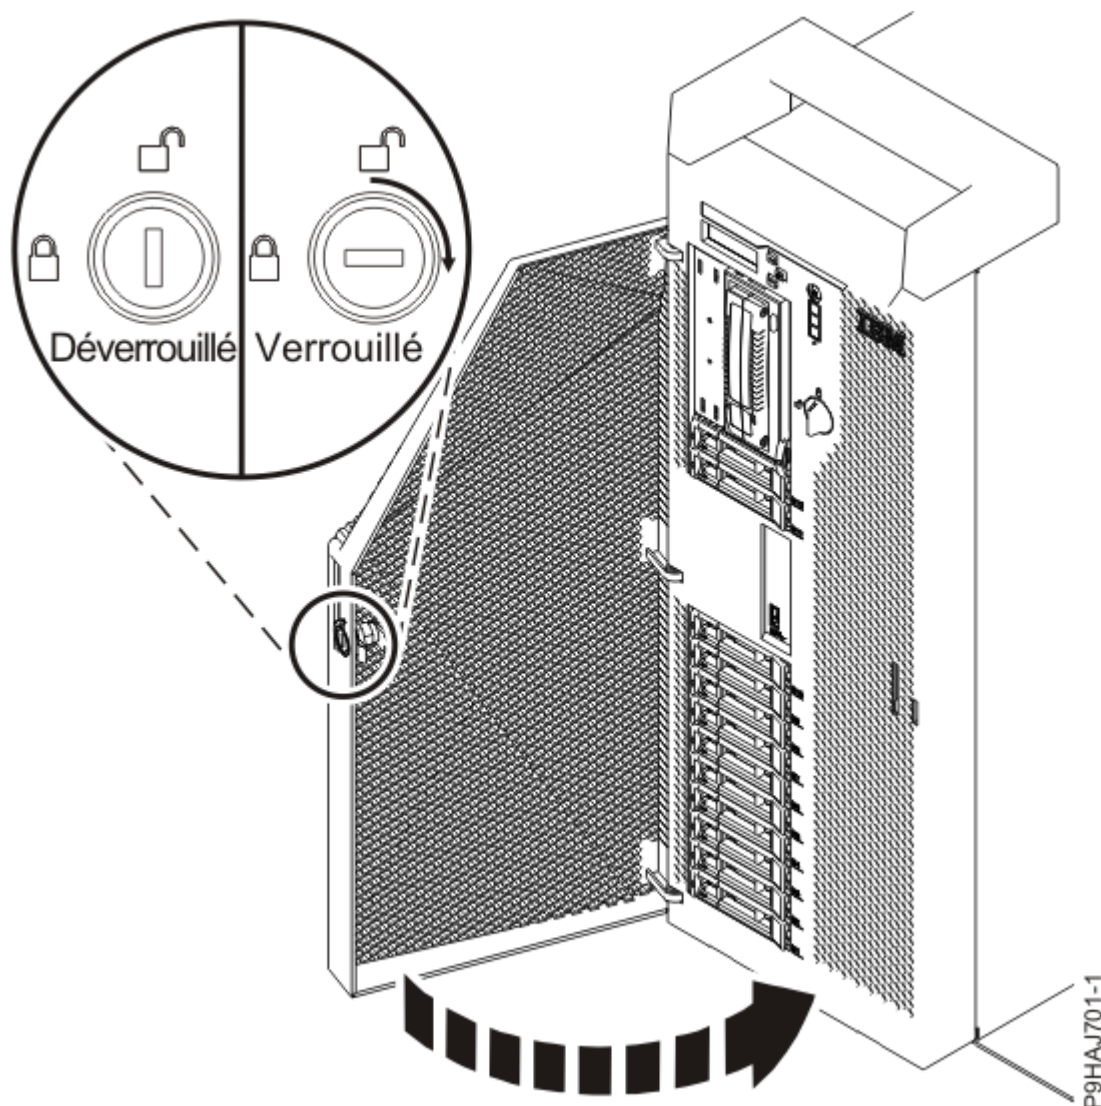

Figure 92. Verrouillage du volet avant
- e) Fermez le volet avant. Insérez la clé du volet avant dans le verrou, comme illustré dans la Figure 92, à la page 97. Tournez la clé vers la droite (dans le sens des aiguilles d'une montre) afin de verrouiller le volet. Horizontal correspond à la position verrouillée ; vertical correspond à la position déverrouillée.